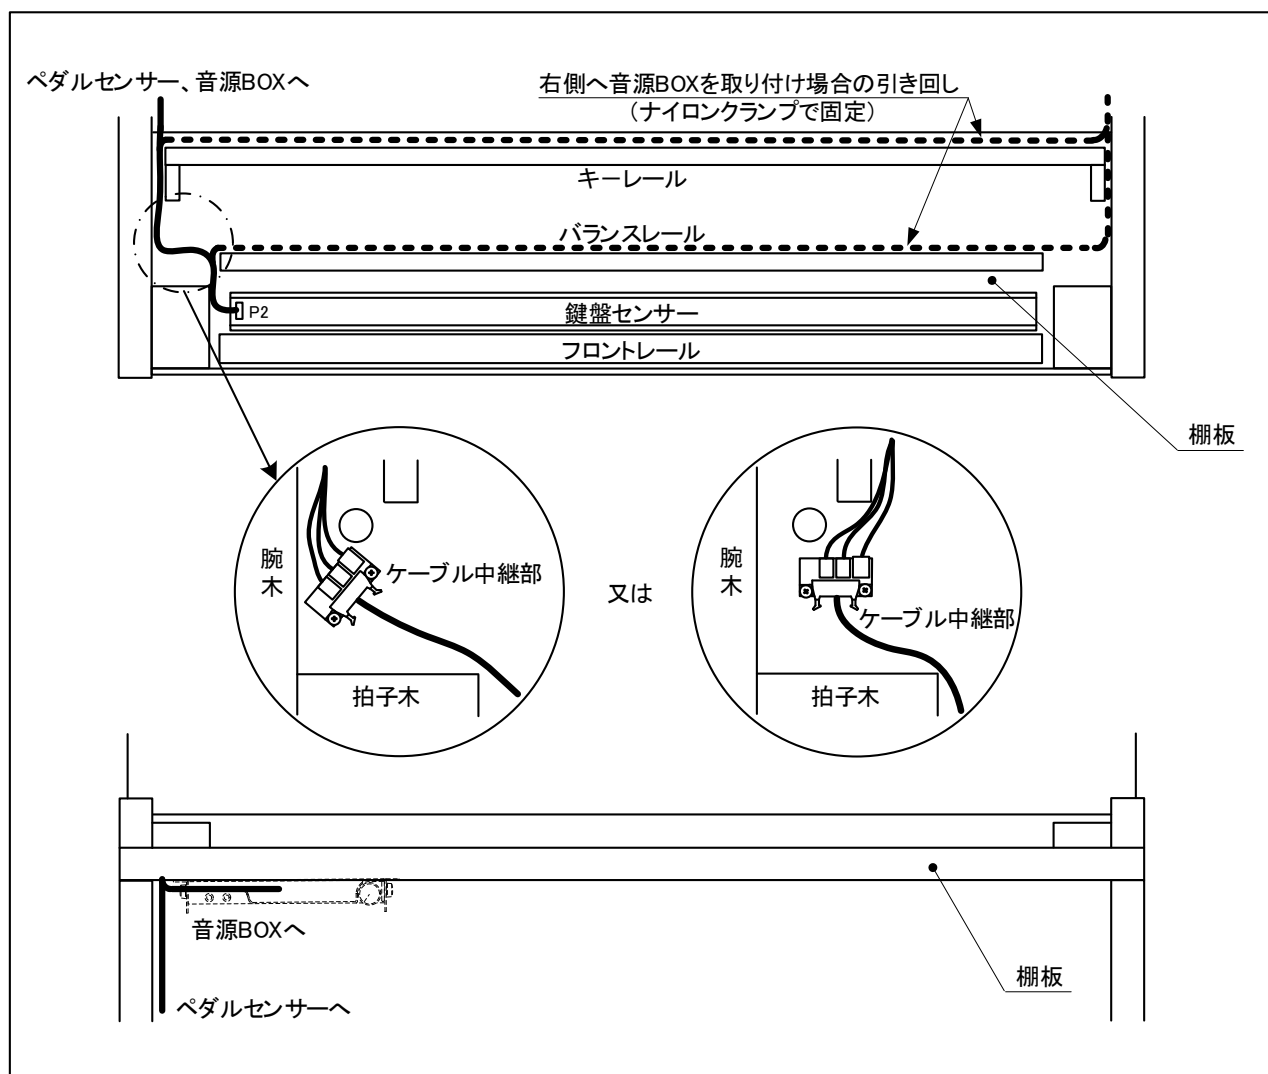

図4.5-6 接続ケーブルの引き回し
- (6) 鍵盤センサーへケーブル中継部からのケーブルを接続する。(3. 2 配線接続図を参照)
- (7) 各ペダルセンサーへケーブル中継部からのケーブルを接続する。
- (8) ケーブル中継部をピアノ左側の拍子木奥の突上棒を避けた箇所へ配置（固定の場合はM3.5×12mmタッピング 2本を使用）、音源BOXもピアノ左側に取り付けるので、接続ケーブルは図4.5-6の様に低音部の弦側から棚板の下側へ、ペダルセンサーへの接続ケーブルと一緒に引き回す。余長分は棚板の下で整理する。また、ピアノ右側へ音源BOXを取り付ける場合は、キーレールやバランスレールに沿わせるようにして、高音部へ渡らせてから弦側へ引き込み、音源BOXの位置まで引き回す。